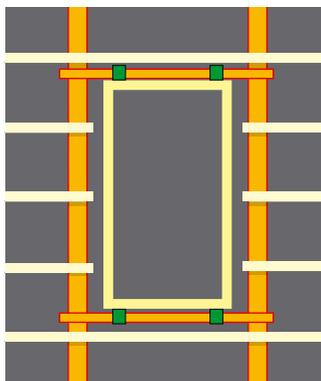

Рис. 2
- если расстояние между стропилами больше ширины выбранного окна, благодаря универсальному монтажу окно FAKRO можно установить на обрешетке (рис. 2);